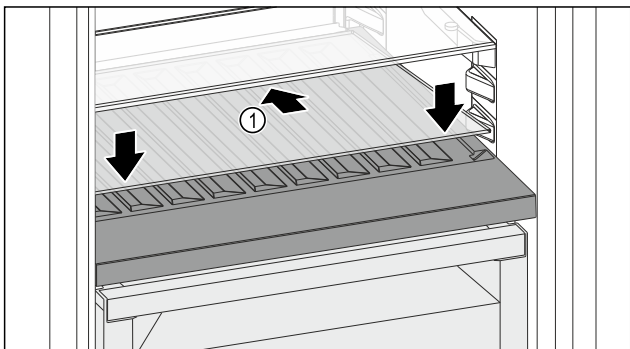

Fig. 116
- ▶ Glasplatte Fig. 116 (1) schräg und nach hinten unten geneigt ansetzen.
- ▶ Glasplatte Fig. 116 (1) vorne absenken.